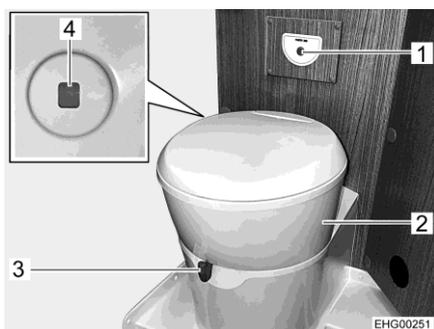

Fig. 98 Toilette
La tazza del WC può essere orientata nella posizione desiderata. A tale scopo, prendere con entrambe le mani la parte superiore (Fig. 98,2) della toilette e ruotare.
La centralina di controllo con il pulsante dello sciacquone (Fig. 98,1) è posizionata vicino alla tazza del WC.
Il colore dell'indicatore di livello (Fig. 98,4) passa da verde a rosso quando è necessario svuotare il serbatoio fecale.
- Prima di tirare l'acqua, aprire il cursore della toilette. A tal fine girare la leva del cursore (Fig. 98,3) in senso antiorario.
- Per sciacquare premere il pulsante blu (Fig. 98,1).